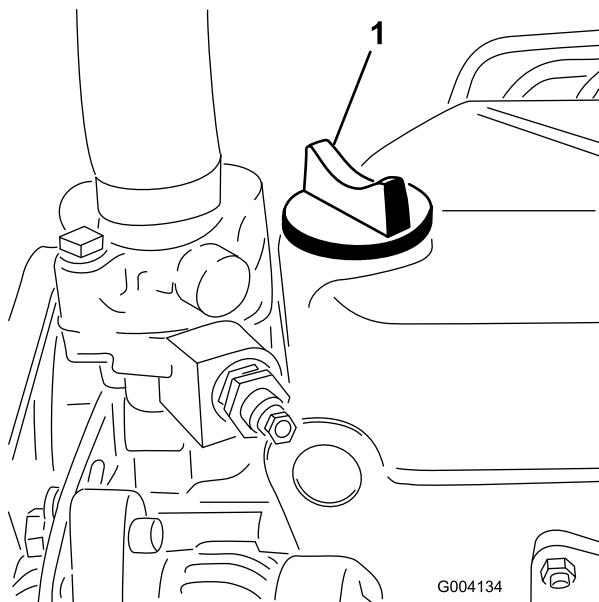

図 33
- オイルの量が不足している場合は、補給キャップ (図 33) を取り、Full 位置までオイルを補給する。